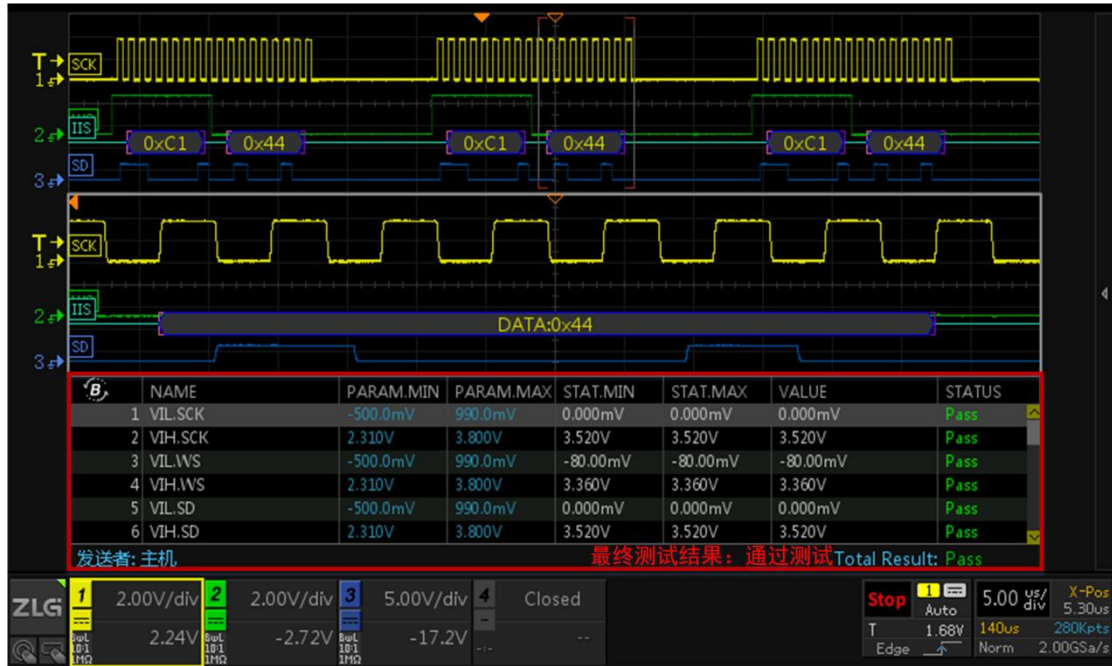

图 2.10 I2S 时序分析测试结果
- 点击面板的“波形缩放”按键，可进入 ZOOM 模式，可将数据的细节进行放大分析，如图 2.10 所示。白色框窗口为可调窗口，缩放窗口的大小可通过水平时基旋钮进行调节。可针对信号的某一个细节进行放大查看分析。